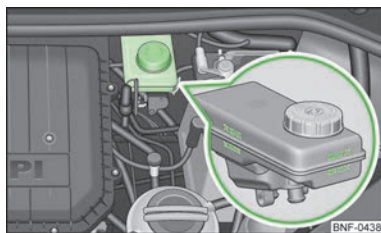

Fig. 102
- Comprobar el nivel de líquido de frenos en el depósito » fig. 102. El nivel debe encontrarse entre las marcas "MIN" y "MAX".